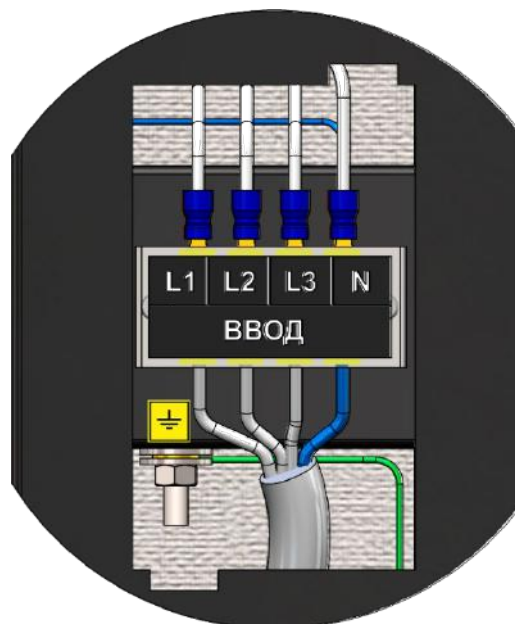

Рис. 7 Схема подключения электроводонагревателя к трехфазной сети 380 В
- Подключить электроводонагреватель к сети переменного тока - присоединить рабочий нулевой провод на клемму (N) электроводонагревателя, фазные провода на клеммы L1, L2, L3. Обеспечить заземление котла (PE), подключив провод на болт “ЗАЗЕМЛЕНИЕ”. Схема подключения указана на Рис. 7.